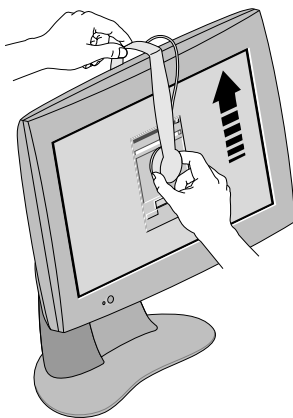

図 1-11 センサーの取り外し
5. 図 1-11 に示すように、両手でセンサーを取り外します。